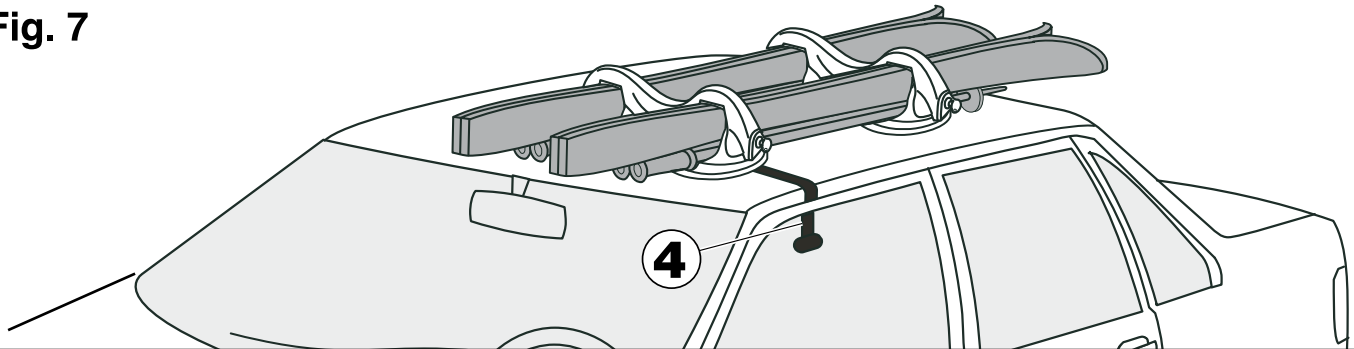

Fig. 8
8. Dopo aver utilizzato il portasci, toglierlo dal tetto tirando gli anelli di sgancio verso l'alto, visibile alzando alzando il coperchietto centrale (Fig.8).
8. Après avoir utilisé les porte-skis, les enlever du toit de la voiture en utilisant les anneaux de décrochage (fig. 8) sous le couvercle central.